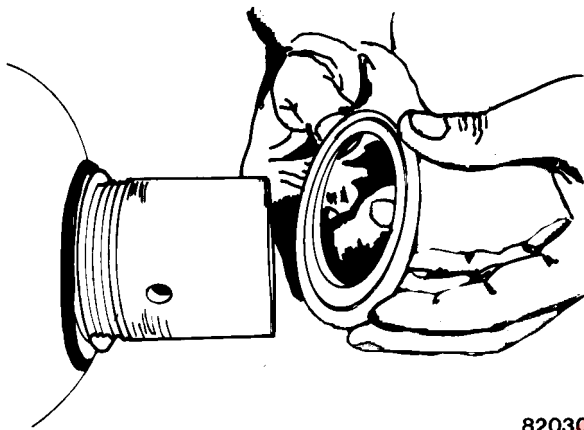

FIGURA 3-15. DESMONTAJE DEL ESPACIADOR
2. Retire la tapa (14). Verifique que se haya liberado el nitrógeno y retire la válvula de carga. Desmonte el tapón de purga (2) del conjunto del puerto hidráulico (1).
3. Use una llave inglesa para sacar el anillo de seguridad (3) del conjunto del puerto hidráulico. Use una llave ajustable en las plataformas del conjunto del puerto hidráulico para evitar la rotación del conjunto del puerto.
4. Retire el espaciador (4) como se muestra en la Figura 3-15. Luego, empuje el conjunto del puerto hidráulico hacia dentro de la carcasa.